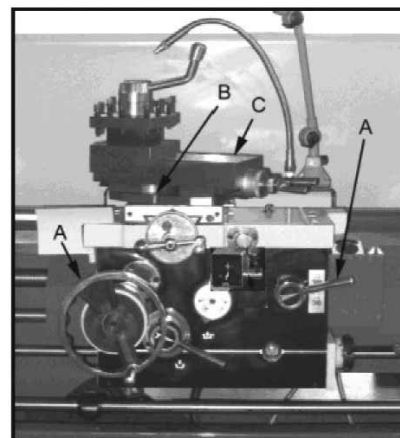

Fig. 18
4. Still reguleringen (D, fig. 18) i rett posisjon (nøytralposisjon).
5. Tann inn halvmutterreguleringen (A, fig. 18).
Support. Supporten (C, fig. 18) er montert på tverrsleides topp og kan vris 360°. Under vernet sitter en kalibreringsskala (B, fig. 18) for at stille inn supporten i ønsket vinkel. Juster en tids arbeid behøver eventuelt enkelte bevegelige deler justeres på grunn av slitasje.